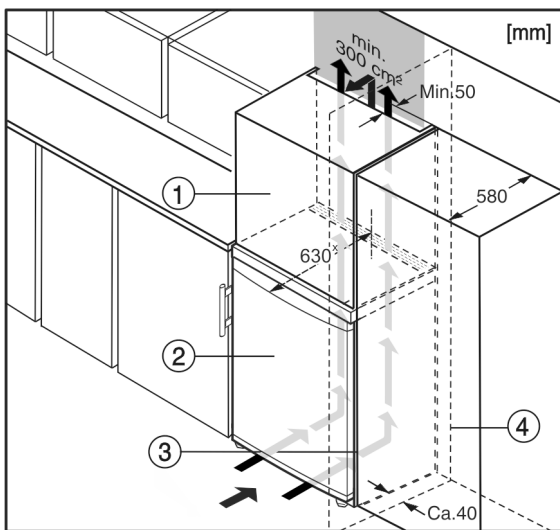

Fig. 10
(2) Пристрій*
(4) Стінка*
Перед встановленням пристрою можна змінити його конструкцію відповідно до кухонної шафи. Щоб привести висоту пристрою Fig. 10 (2) у відповідність із розмірами кухонної ніші, можна встановити на нього спеціальну шафу Fig. 10 (1).
У разі переобладнання кухонними шафами (глибина щонайбільше 580 мм) пристрій можна встановити безпосередньо поруч із кухонною шафою Fig. 10 (3). Пристрій виступає за передню частину кухонної шафи на 34 мм * з боків і на 50 мм * посередині.*
Якщо пристрій із шарнірами встановлюється поруч зі стіною Fig. 10 (4), відстань між пристроєм і стіною має становити щонайменше 40 мм. Це відповідає необхідній відстані для ручки після відкриття дверцят.*